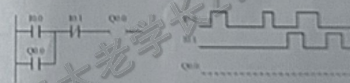

图 4-1
1. 分析图 4-1 的梯形图程序, 并根据输入的变化画出输出波形。